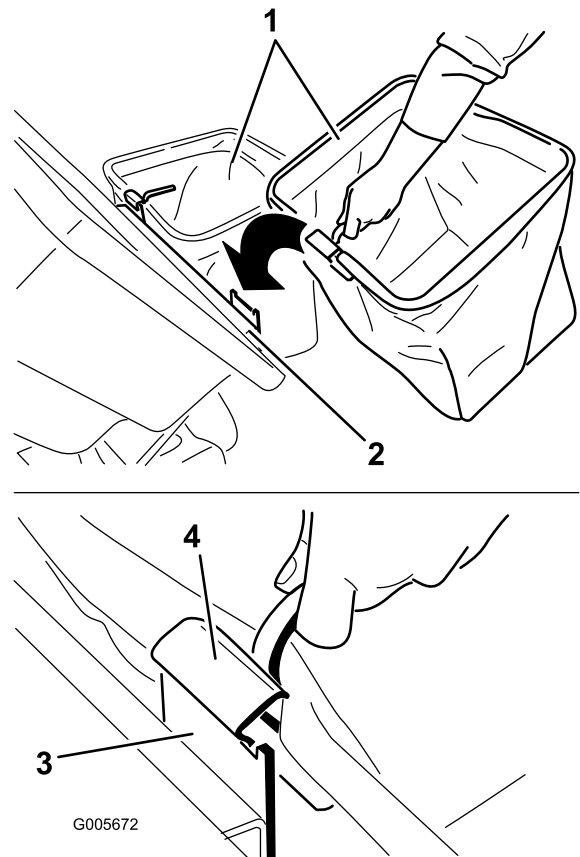

Figura 25
5. Montate i cesti facendo scorrere i ganci dei loro telai sulle staffe di ancoraggio (Figura 25).